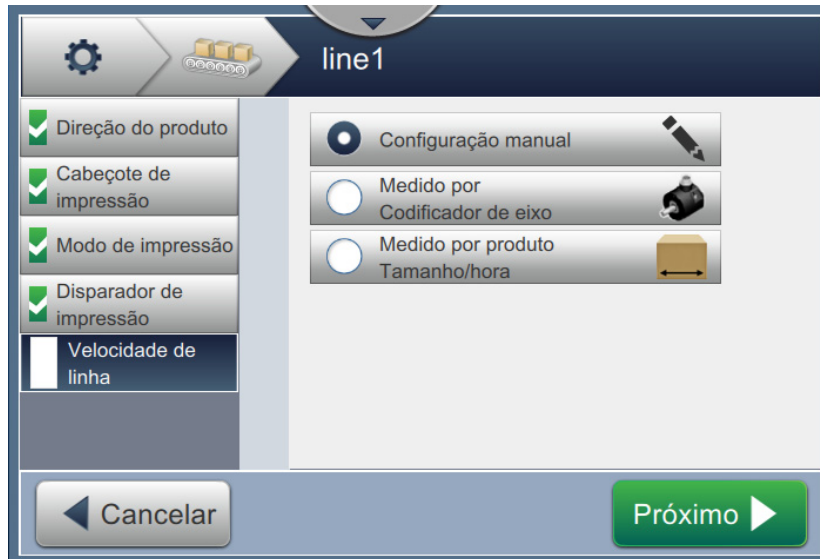

Figura 6-34: Definição de linha – Velocidade de linha
1. Toque em *Velocidade de linha* na tela Configuração de definição de linha, selecione a velocidade de linha necessária, como mostra a Figura 6-34. Toque no botão  para definir a velocidade de linha.
1. Selecione *Configuração manual*, como mostra a Figura 6-34. Toque no botão  para inserir as configurações necessárias.
1. Selecione *Medido por codificadora de eixo*, como mostra a Figura 6-34. Toque no botão **Próximo** para inserir as configurações necessárias.
1. Toque *Medido por tamanho do produto/tempo*, como mostra Figura 6-34. Toque no botão